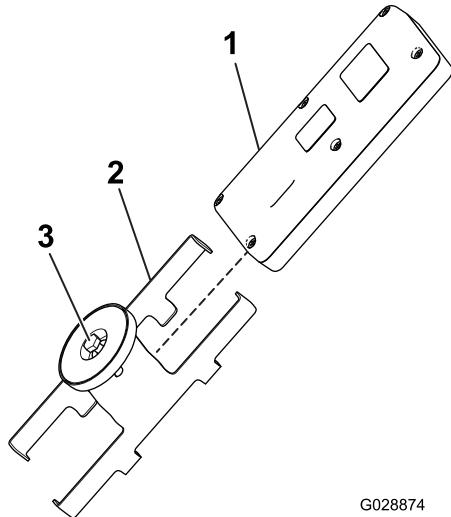

Figura 25
5. Instale o comando remoto no suporte magnético remoto, una as metades para prender o comando e aperte o parafuso no íman (Figura 25).